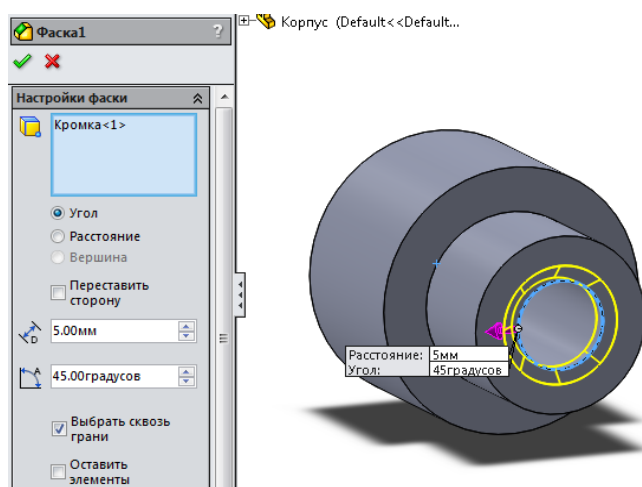

Рисунок 5.4 – Фаска 5 мм
9. Натисніть кнопку "Фаска" і встановіть параметри фаски, діючи так, як показано на рис. 5.4.